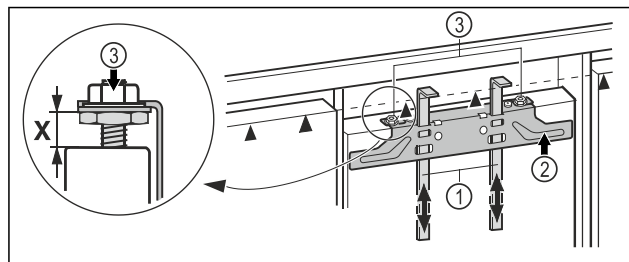

Fig. 58
- ▶ Împingeți ajutoarele de montaj Fig. 58 (1) până la înălțimea ușii mobilierului. Marginea inferioară de blocare ▲ a elementului auxiliar de montaj = marginea superioară a ușii mobilierului ce trebuie montată.
- ▶ Deșurubați traversa de fixare Fig. 58 (2) prin intermediul contrapiulițelor Fig. 58 (3).